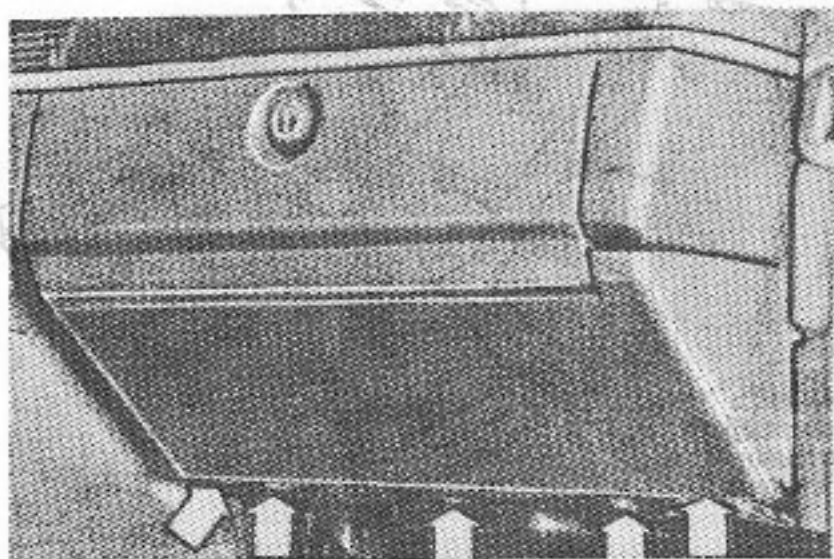

Рис. 6
• Извлеките панель из-под вещевого ящика, отжав три защелки. Выверните четыре винта крепления и снимите вещевой ящик (рис. 6).